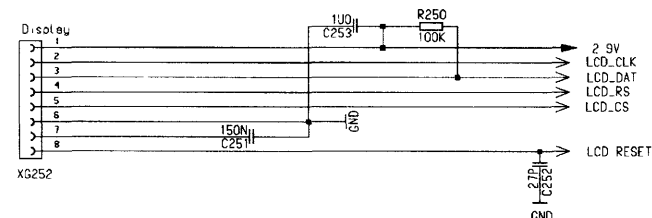
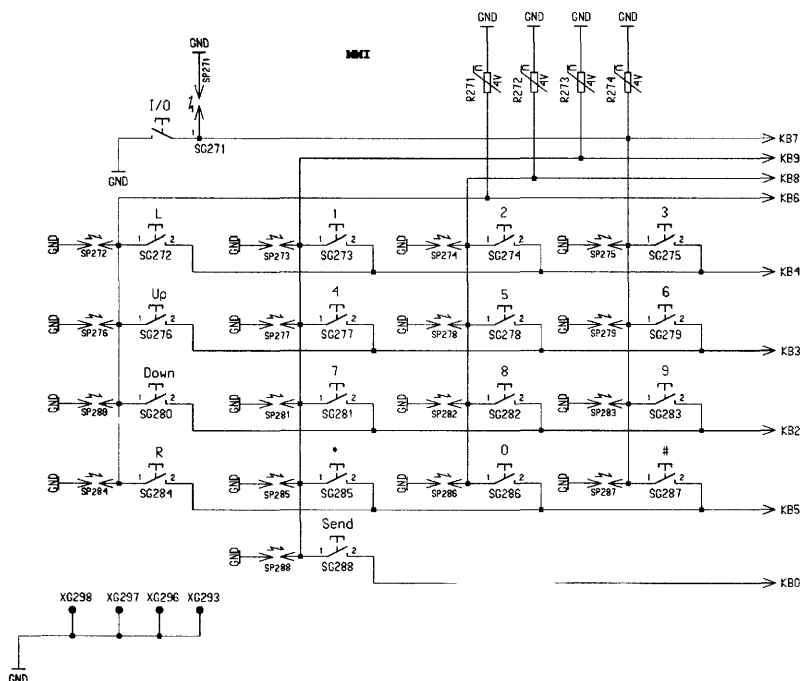
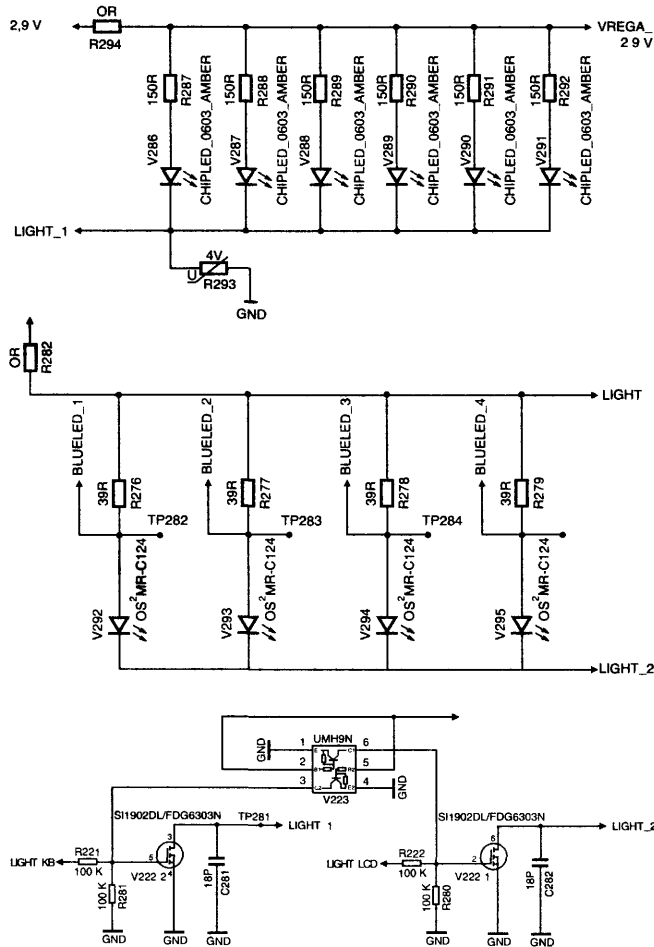

Рис. 9. Разъем подключения дисплея
Рис. 10. Схема клавиатуры
Рис. 11. Схема управления подсветкой дисплея и клавиатуры
Настройку положения регулятора натяжения производят в режиме воспроизведения стандартной кассеты. Обратное натяжение (Back Tension) соответствует норме, когда расстояние между стойкой TG-1 и бортом подвижного шасси составляет 8,3 мм (см. рис. 10). Если это не так ослабляют винт (1) и устанавливают требуемое расстояние, поворачивая фиксатор ленточного тормоза (2) в направлении стрелок А или В, в зависимости от того, ближе или дальше от борта подвижного шасси расположена направляющая стойка TG-1. Регулировка осуществляется с помощью специальной отвертки FWD B. T. J-6082-187-A (номер по спецификациям SONY), после ее завершения фиксируют винт 1.
измерительную кассету, включают режим FWD, показания измерителя натяжения со стороны подающего подкатушника должны находиться в пределах 8...10,5 г-см, если показания больше, уменьшают натяжение перестановкой пружины стойки TG-1 в сторону ее укорочения и наоборот, если показания меньше увеличивают натяжение перестановкой пружины в сторону ее удлинения (см. рис. 10).
Регулировка высоты направляющих стоек может потребоваться при отклонениях динамических траекторий видеоголовок от форматных требований, приводящих к нарушению совместимости, т. е. к появлению шумовых полос снизу или сверху изображения или его подергиванию при воспроизведении записей, сделанных на других видеокамерах или видеоманитофонах. Осуществление регулировки высоты направляющих стоек TG-2, TG-3 (см. рис. 11) осложняется наличием постоянно действующей при воспроизведении системой автотрекинга, стремящейся поддерживать максимально возможный уровень воспроизводимого
Регулировка высоты направляющей стойки TG-4 (см. рис. 11) осуществляется в режимах ускоренного просмотра. Цель регулировки – отсутствие провисания ленты между ведущим валом и стойками TG-3, TG-4 при реверсировании направления просмотра. Регулировку высоты направляющей стойки TG-4 производят методом последовательных приближений, сменяя направление перемоток и наблюдая за степенью провисания ленты на указанных участках. провисание не должно быть более 0,5 мм, оно может наблюдаться на нижнем или верхнем краях ленты.
Схема разъема для подключения дисплея показана на рис. 9, схема клавиатуры – на рис. 10. Подсветка и дисплея, и клавиатуры обеспечивается группами светодиодов, которые управляются отдельными ключами (рис. 11).